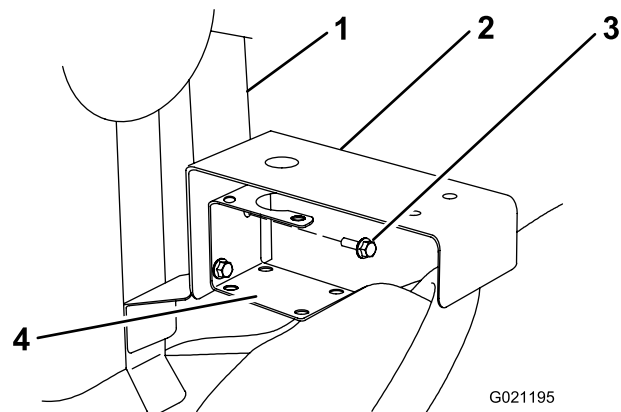

Figure 7
7. Montez le support de distributeur de commande entre le support du raccord en T et le véhicule (Figure 7).
8. Fixez le support du raccord en T et le support du distributeur de commande au bâti de montage à l'aide des boulons que vous avez retirés à l'opération 6 (Figure 7).